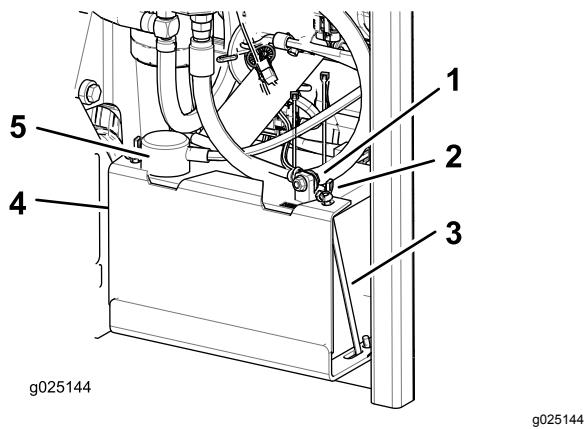

Figura 38
3. Desconecte el cable negativo (negro) del borne negativo (-) (negro) de la batería (Figura 38).
4. Retire la cubierta de goma roja del borne positivo (rojo) de la batería y retire el cable positivo (+) (rojo) (Figura 38).
5. Retire las tuercas de orejeta que sujetan los ganchos (Figura 38).
6. Retire la abrazadera (Figura 38).
- Coloque la batería en la bandeja, con los bornes frente al depósito de aceite hidráulico (Figura 38).
- Fije los cables con 2 pernos, 2 arandelas, y 2 contratuerzas (Figura 38).
- Instale la abrazadera y sujetela con las tuercas de orejeta y los ganchos (Figura 38).